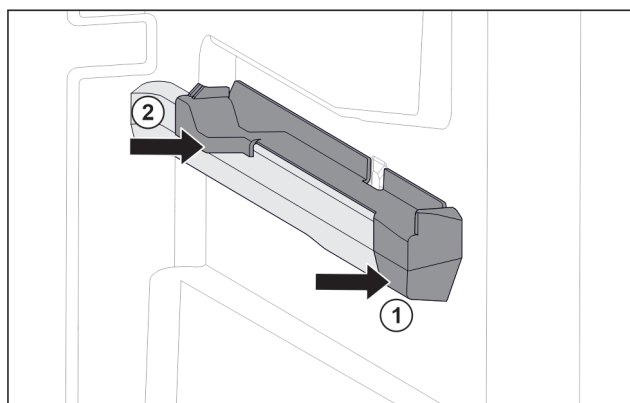

Fig. 151 右侧容器肋梁上的插装件
- ▶ 将插装件前部放到容器肋梁上。Fig. 151 (1)
- ▶ 压紧插装件后部。Fig. 151 (2)